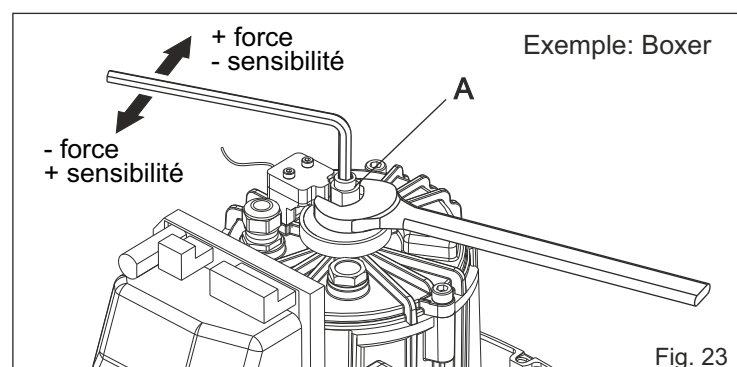

Fig. 23
- Agir sur le grain "A" (Fig. 23) comme suit: